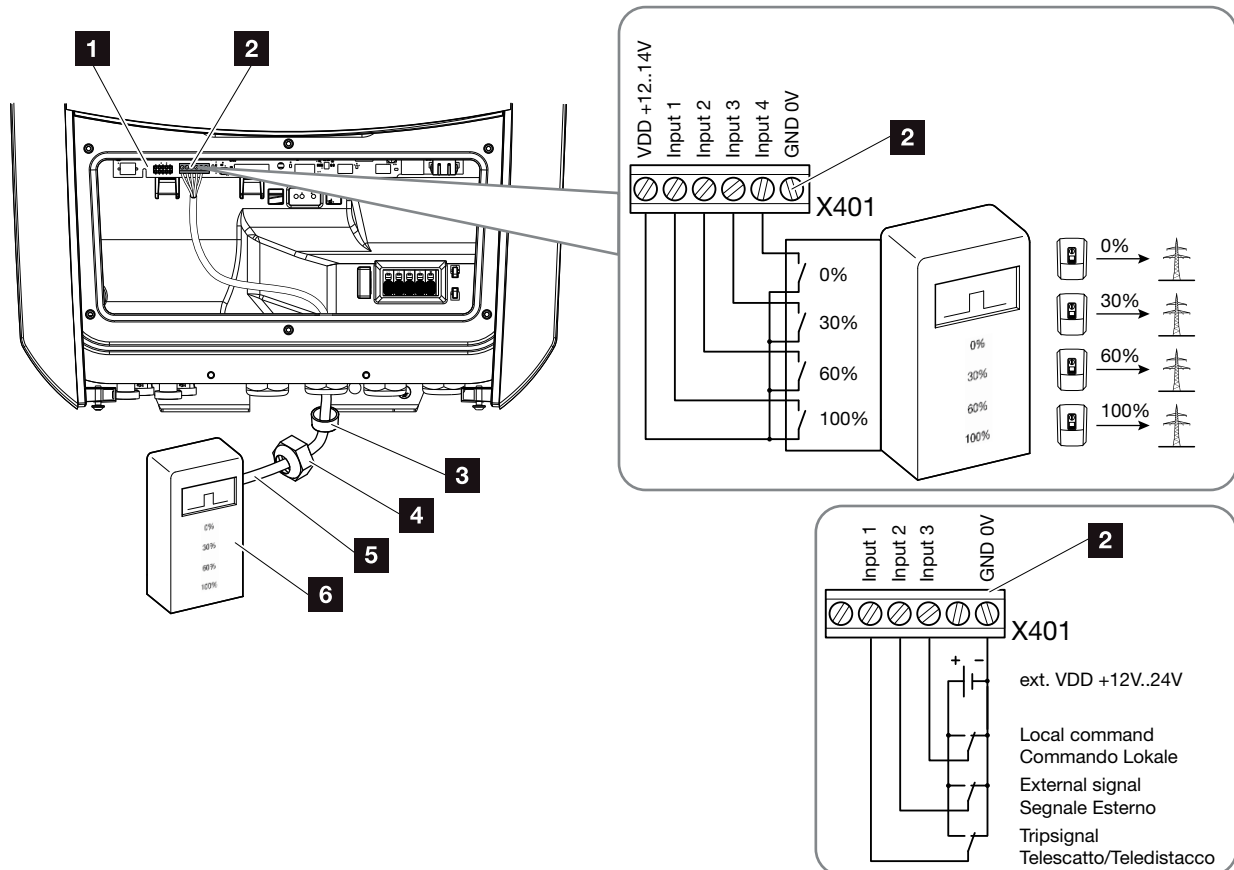

Bild 29: Anslutning av rundstyrringsmottagaren
4. Anslut kommunikationskabeln från växelriktaren till anslutningsterminalen för rundstyrmingsmottagaren (0,2 Nm) **Bild 29, pos. 2**